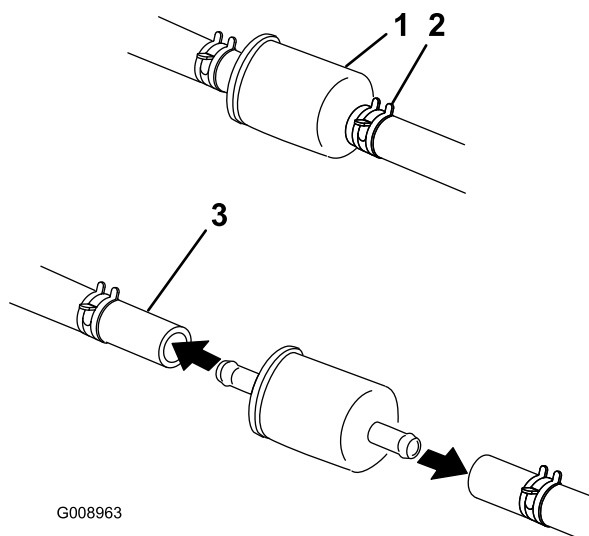

Figura 58
6. Apriete los extremos de las abrazaderas y deslícelas por el tubo alejándolas del filtro (Figura 58).
8. Instale un filtro nuevo y acerque las abrazaderas al filtro (Figura 58).